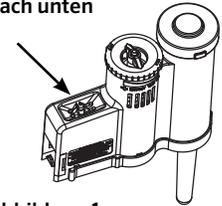

Abbildung 1
- Die Funktion des Gerätes kann getestet werden, indem Sie die Auslöse-Taste am Sender gedrückt halten. Nach 3 Sekunden sollte die LED Kontrollleuchte einmal aufblinken. Lassen Sie die Taste los; nach 3 Sekunden sollte die LED noch einmal aufblinken (Abb. 1).